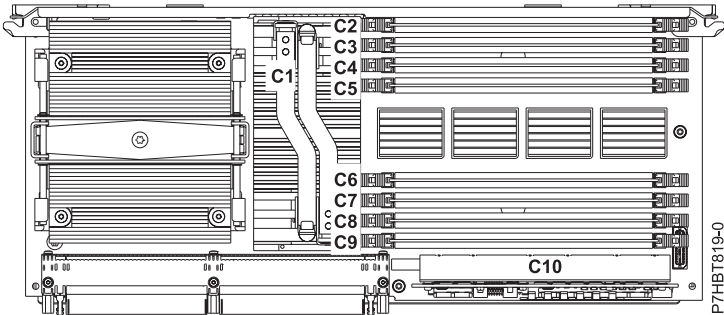

Figura 1. Localizações dos slots de módulo de memória na montagem do processador
9. Determine os slots em que os módulos de memória serão colocados. Cada conjunto do processador do sistema possui oito slots de módulo de memória. Consulte Tabela 1 na página 3 para assegurar que os módulos de memória estejam balanceados em cada contagem do processador. Conecte os módulos de memória nos slots mostrados na tabela. Para os locais do slot de módulo de memória no conjunto do processador do sistema, consulte Figura 1 na página 3.